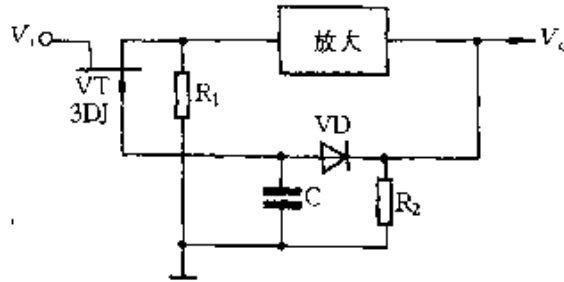

图 2-238
③ 场效应管可以用作可变电阻。图 2-238 所示为录音机自动电平控制电路,当输入信号 V_i 增大导致 V_o 增大时,由 V_o 经 VD 负向整流后形成的栅极偏压 $-U_G$ 的绝对值也增大,使场效应管 VT 的等效电阻增大, R_1 与其的分压比减小,使进入放大器的信号电压减小,最终使 V_o 保持基本不变。